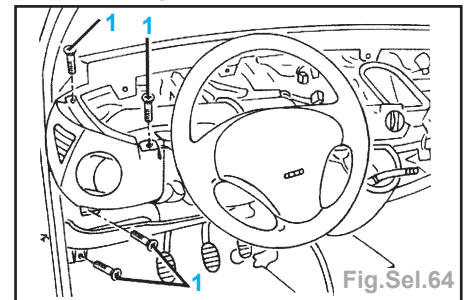

Fig.Sel.64
• les vis de fixation du côté G du revêtement (Fig.Sel.64),